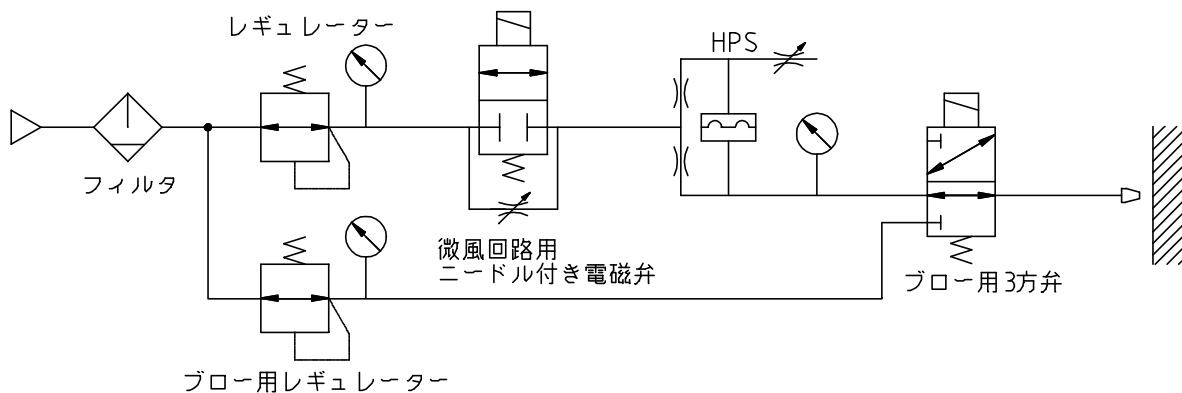

図39 3方弁によるブロー付き回路
- 図39 密着確認スイッチブロー付回路においてブロー中も微風エアが密着確認スイッチに入り、信号はONとなります。ブロー時は着座信号を受け付けけない制御回路を組んでください。